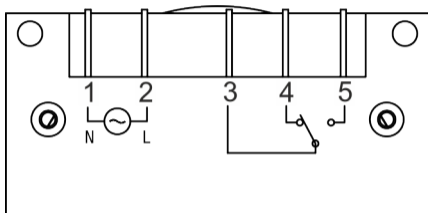

Fig. 8: Schéma de raccordement de l'actionneur (récepteur)
3. Insérer les languettes de raccordement (plates DIN 6,3) dans les cosses de câble correspondantes au moyen du schéma de raccordement (Fig. 8).